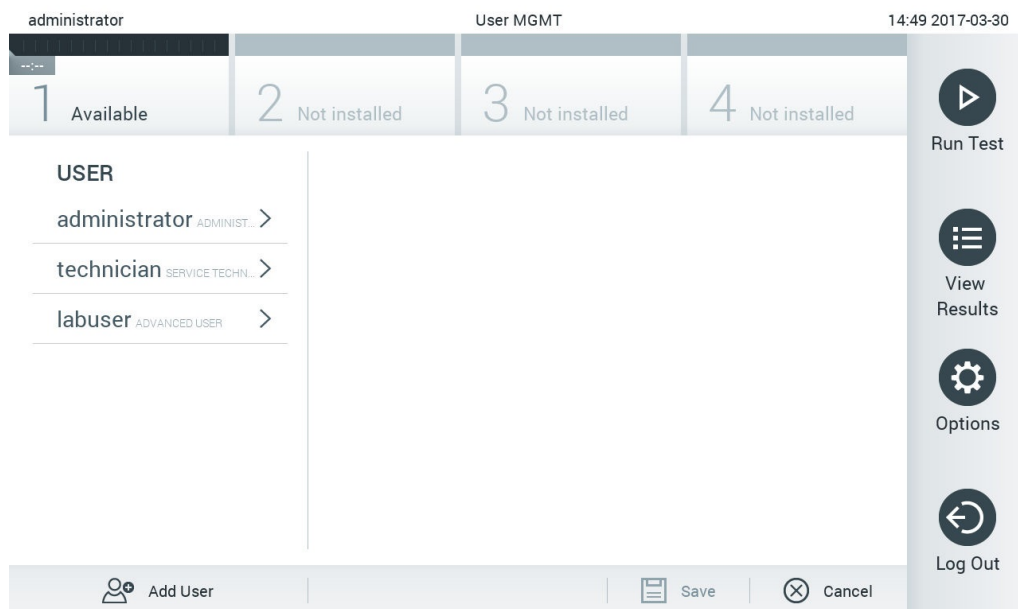

Рис. 58. Екран User Management (Керування користувачами).
1. Натисніть кнопку **Options** (Параметри), а потім **User Management** (Керування користувачами), щоб налаштувати користувачів. Екран **User Management** (Керування користувачами) з'являється в області вмісту дисплея (рис. 58).